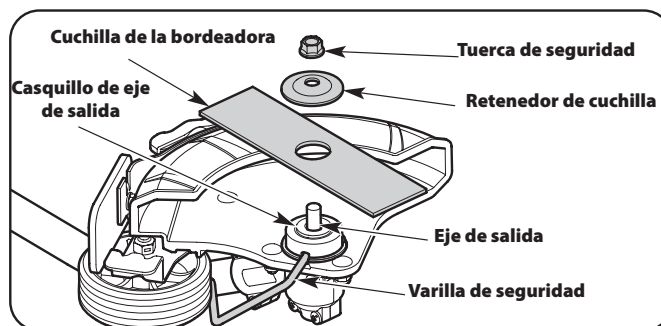

Figura 5
4. Saque la varilla de seguridad. Saque la tuerca de seguridad, el retenedor de cuchilla y la cuchilla de la bordeadora. Consulte la Figura 5. Conserve la tuerca de seguridad y el retenedor de cuchilla para la instalación de la nueva cuchilla de la bordeadora.
1. Baje la nueva cuchilla de la bordeadora sobre el casquillo de eje de salida. Consulte la Figura 5. Asegúrese de que la cuchilla esté plana contra el casquillo de eje de salida.
2. Coloque el retenedor de cuchilla sobre el eje de salida con la superficie plana contra la cuchilla. Consulte la Figura 5.
3. Atornille la tuerca sobre el eje de salida. Consulte la Figura 5.